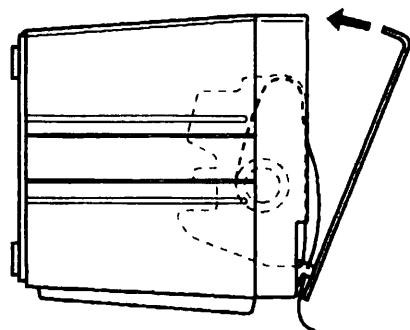

図2-8.
- ③ 挿入したら下方に回転させます。(図2-8.) このときスムーズに下ることを確認します。
- ④ レコーダ本体を片手で押え、他の手で送り部の下部を押しクランプします。
- ⑤ 記録紙送り部のギヤを回して試し送りをし、スムーズに動くことを確認します。
- ⑥ 折り紙記録紙でライティングパネルを使用するときは、上記試し送りの要領で本体下部とダストカバーとのすき間に記録紙を通します。
- ⑦ ダストカバーをもとに戻します。